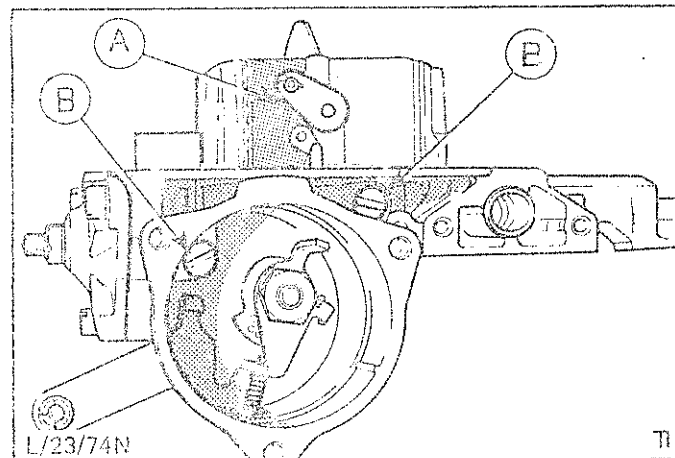

Abb.46 Vergaserdeckel
6. Staubkappe vom Vergaserdeckel entfernen, Sicherung vom Hebel der Starterklappenwelle mit einem Schraubendreher vorsichtig abdrücken und Starterklappen-Verbindungsstange aushängen, Abb.46.
7. Befestigungsschrauben (2) des Startautomatikgehäuses entfernen und Gehäuse komplett abbauen, Abb.46.